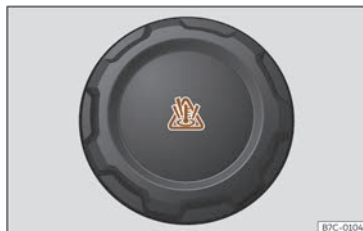

Fig. 194 Obertura davantera: tap del dipòsit d'expansió del líquid refrigerant.
- El dipòsit d'expansió del líquid refrigerant del motor es reconeix pel símbol que hi ha sobre la tapa >>> **fig. 194**